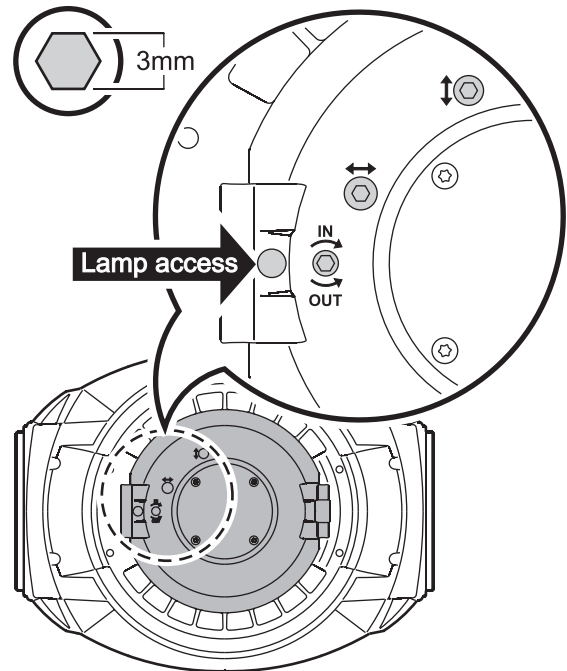

Bild 3: Justage des Leuchtmittels
4. Siehe Bild 3. Justieren Sie das Leuchtmittel mit den drei Schrauben, bis das Leuchtfeld gleichmäßig ist.